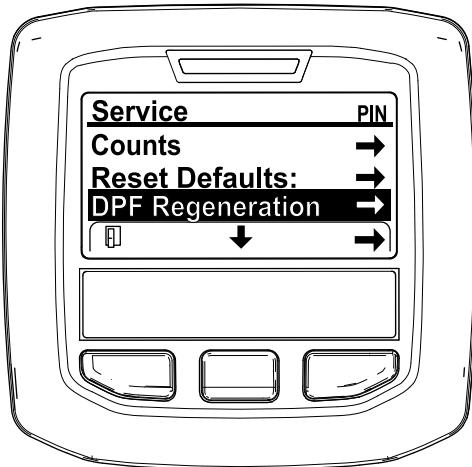

図 30
- 整備メニュー SERVICE MENU で、中央ボタンを押して DPF 再生 DPF REGENERATION へ移動し、右ボタンで DPF 再生 DPF REGENERATION を選択する 図 30。